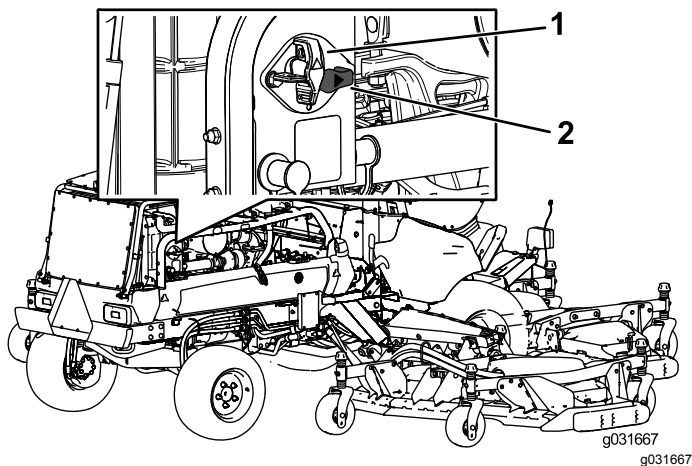

Figura 71
- Per eccitare la macchina elettricamente, ruotate l'interruttore di scollegamento della batteria in senso orario in posizione di ACCENSIONE (Figura 71).
- Per diseccitare la macchina elettricamente, ruotate l'interruttore di scollegamento della batteria in senso antiorario in posizione di SPEGNIMENTO (Figura 71).